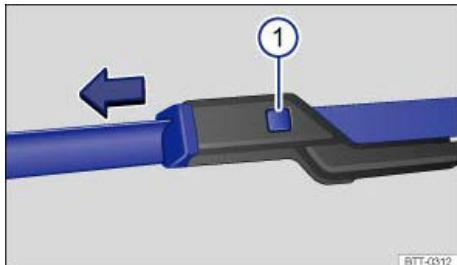

Abb. 275 An der Frontscheibe: Scheibenwischerblätter der Frontscheibe auswechseln (Limousine und Variant).
- Entriegelungstaste ⇒ Abb. 275 gedrückt halten und gleichzeitig das Scheibenwischerblatt in Pfeilrichtung abziehen.